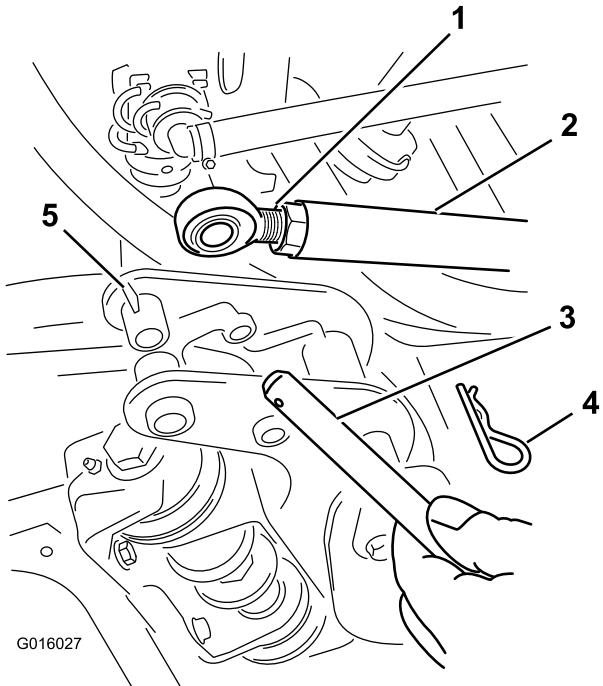

Figura 4
2. Rimuovete da ciascuna barra la coppia ed estraete il perno dall'asta per scollegare l'asta dalla sede del perno di articolazione della barra (Figura 4).